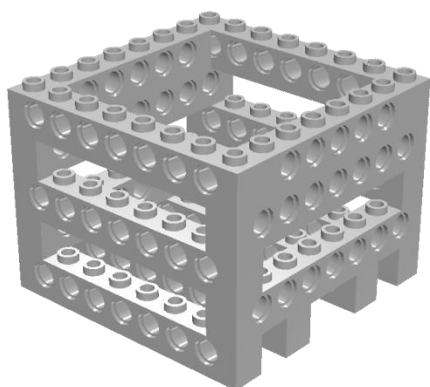

Рис. 4. Корзина для яйца.
3) Яйцо должно находиться в специальной "корзине" (корзина собирается из различных деталей Лего самими участниками, например из ЛЕГО-балок: 12 балок 1x8 + 2 балки 1x6. (см. Рис. 4 - Корзина))
4) Перед стартом максимальный размер робота с корзиной, но без яйца, равен 350 x 350 x 350 мм (см. Рис.4 – Корзина)